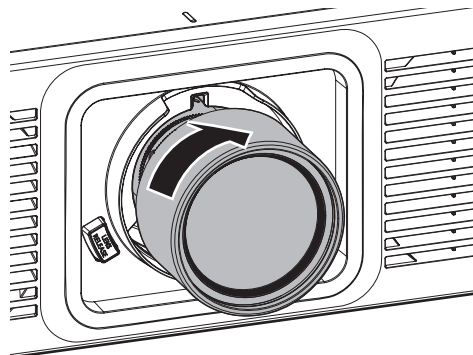

Fig. 3
- 3) Ruotare fino in fondo l'obiettivo di proiezione in senso orario. (Fig. 3)